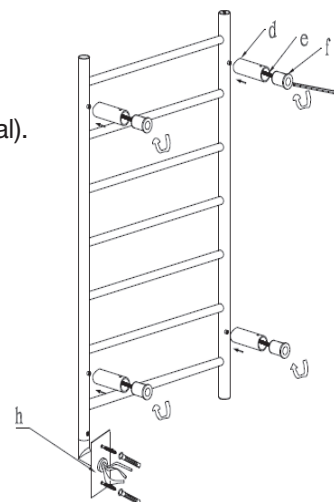

Figure 2
Étape 2 : Installation des pattes murales (figure 2)
- o **g** : Vis de réglage (cette vis peut-être déjà installée dans la patte de métal) (voir figure 2).
- o Vis de réglage **g** est insérée dans la patte métal de métal **d** (voir figure 2).